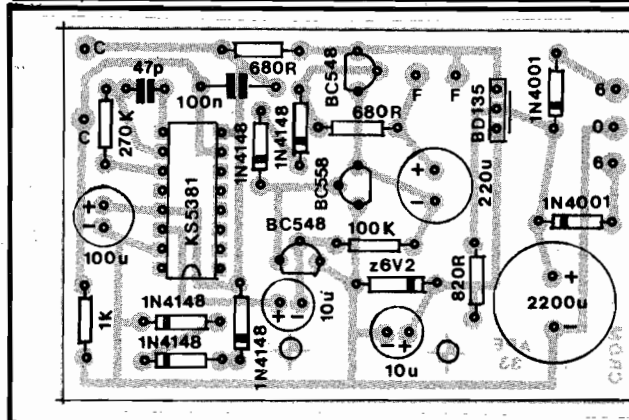

Fig. 9
- FIG. 9 - "CHAPEADO" - A colocação dos componentes sobre a face não cobreada da placa encontra-se detalhada na figura. Embora **tudo** mereça atenção e cuidado, alguns pontos são especialmente críticos: a posição de **todos** os componentes **polarizados**, quais sejam: o Integrado, os transistores, os diodos (inclusive o **zener**) e os capacitores eletrolíticos. Quanto a transistores e diodos, notar que existem, no circuito, **mais de um código** de cada um desses tipos de componentes... Assim, cuidado para não "trocar as bolas"... A respeito de resistores, observar seus valores em função de suas posições na placa (trocou, "dançou"...). O transistor BD135 apresenta uma face metalizada que, na figura, está simbolizada pelo traço extra, voltado para a posição ocupada por um diodo 1N4001. Atenção... Depois de tudo soldado, conferir cada item, posição, código e polaridade, as condições dos pontos de solda (pela face cobreada), na busca de eventuais "corrimentos", "curtos" ou insuficiências